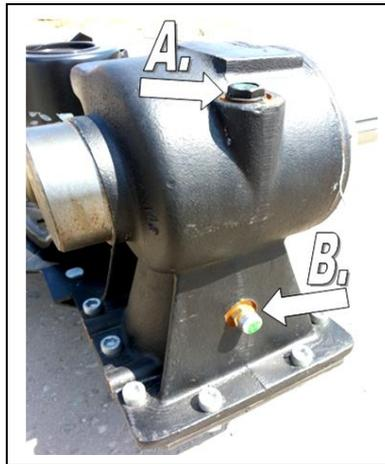

Abb. 21. Getriebe - Ölstandkontrolle: A - Einlass, Auslass, Kontrollstab
Der Ölstand im Mähbalken wird nach dem Aufstellen des Mähers auf ebenem Untergrund durch das Herausdrehen des Einfüllstopfens (A), Abb. 21 geprüft. Der Ölstand vom Boden des Mähbalkens sollte im Bereich $5 \div 7$ mm liegen.
Der Ölstand im Winkelgetriebe wird mit dem Meßstab, der sich im Kontroll-Einfüll-Ablaßstopfen (A) befindet, nach dem Herausdrehen Abb. 21, geprüft. Die Position (B) ist die Entlüftung des Mähbalkens.
- Der Stopfen (A) Abb. 21 des Einlasses, Ablasses und der Ölstandkontrolle herausgedreht werden
- Der Ölstand geprüft und der Stopfen (A) zugedreht werden